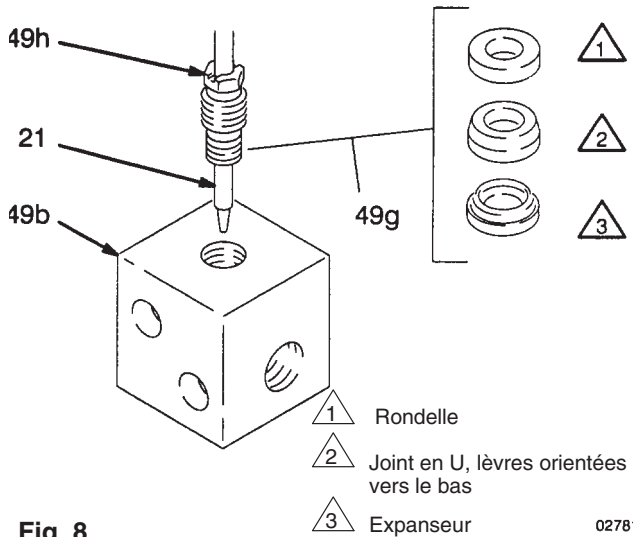

Fig. 8
4. Installer l'écrou de presse-étoupe de l'activateur (49h) ainsi que les joints (49g) sur le pointeau de produit, comme illustré à la Fig. 8. Les introduire dans le bloc (49b) et engager le filetage de l'écrou de presse-étoupe.